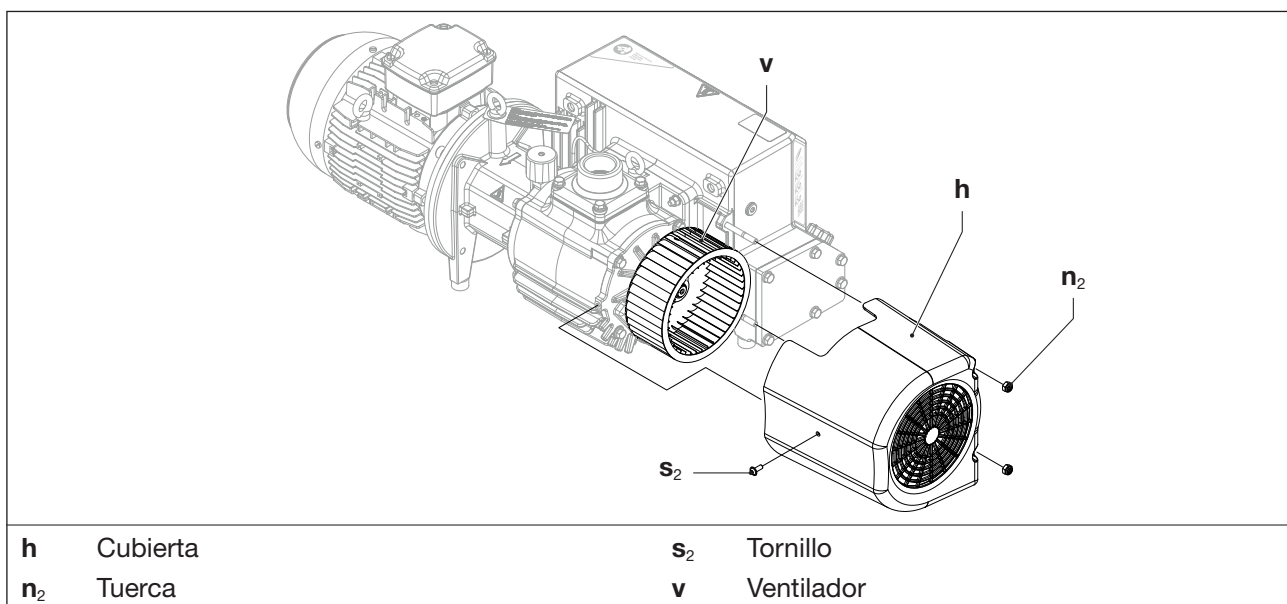

Fig. 9 Ventilador
- Aflojar un tornillo (Fig. 9/s2) y dos tuercas (Fig. 9/n2) en la cubierta.
- Retirar la cubierta (Fig. 9/h) de la bomba.
- Limpiar/purgar el ventilador (Fig. 9/v) y comprobar si hay daños. Solo se puede utilizar la máquina con un ventilador en estado técnico impecable.
- Limpiar o purgar las rejillas de ventilación de la cubierta (Fig. 9/h).
- Volver a colocar la cubierta sobre la bomba y fijarla mediante el tornillo (Fig. 9/s2) y las tuercas (Fig. 9/n2). Par de apriete: 5 Nm